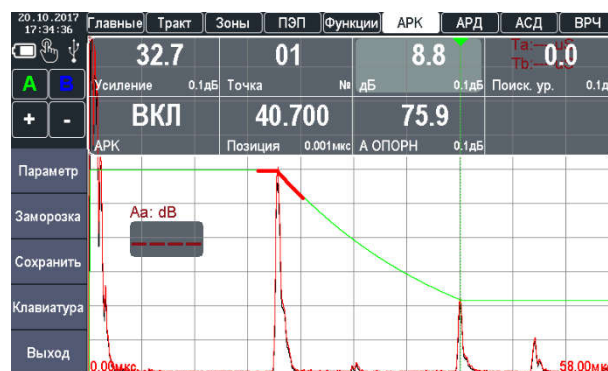

Рисунок 2.55 – Установка уровня ослабления сигнала второй точки
12. Уровень ослабления «дБ» установить таким образом, чтобы кривая АРК опустилась до пика второго отражателя (рис. 2.55).